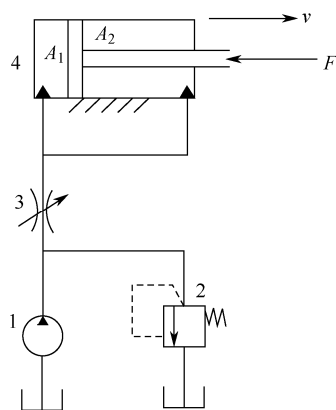

图 1-3-6
4. 如图 1-3-6 所示液压系统，采用 CB—30 液压泵供油，其额定压力为 2.5MPa，液压缸无杆腔有效作用面积  $A_1=0.05\text{m}^2$ ，有杆腔有效作用面积  $A_2=0.03\text{m}^2$ ，通过溢流阀 2 的流量为 20L/min，节流阀 3 两端的压力差为  $\Delta p=1\text{MPa}$ ，负载  $F=20\text{kN}$ ，管路中的各种损失不计，试计算：